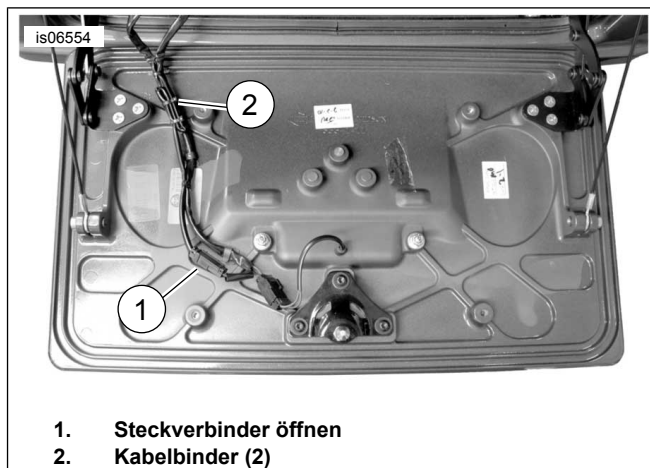

Abbildung 3. Anschluss der Aufbewahrungskofferbeleuchtung (Modelle ab 2011)
10. **Modelle ab 2014:** Den Steckverbinder des Aufbewahrungskoffer-Beleuchtungskabelbaums an den offenen Steckverbinder der Aufbewahrungskofferbeleuchtung [263A] nahe des Kennzeichenleuchten-Steckverbinders [233B] an der Aufbewahrungskofferklappe anschließen. **Modelle von 2011 bis 2013:** Siehe Abbildung 3. Den Steckverbinder des Aufbewahrungskoffer-Beleuchtungskabelbaums an den offenen Steckverbinder (1) an der Aufbewahrungskofferklappe anschließen. **2010er Modelle:** Den Aufbewahrungskoffer-Beleuchtungskabelbaum an den Kennzeichenleuchten-Kabelbaum an der Aufbewahrungskofferklappe anschließen. **2009er Modelle:** Den Aufbewahrungskoffer-Beleuchtungskabelbaum an den hinteren Beleuchtungskabelbaum des Fahrzeugs anschließen: